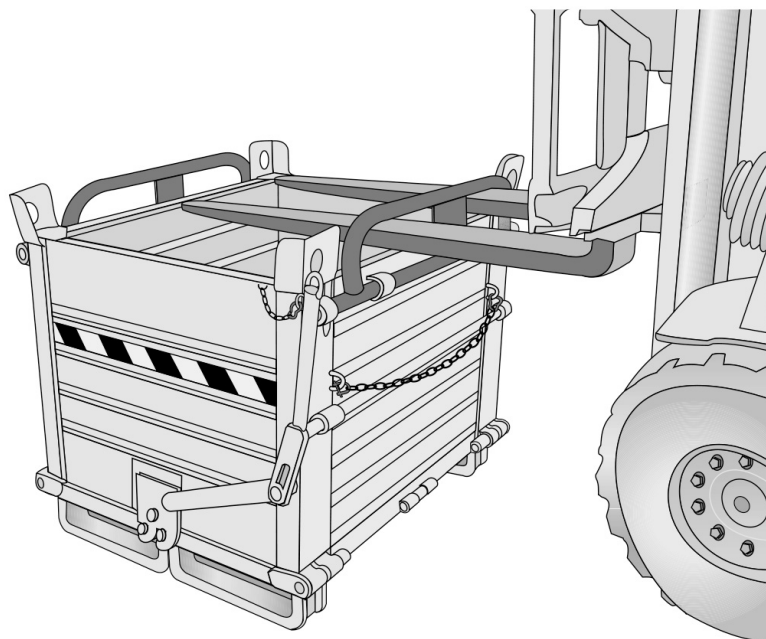

Fig.6.2.2
- 6.2.2 Posizionare le forche nelle apposite maniglie di inforcazione mantenendo i montanti di sollevamento del carrello in posizione verticale. Se necessario agire sul traslatore per centrare i punti di inserimento delle forche (**fig. 6.2.2**).
- 6.2.2 Position the forks simultaneously in the forking handles keeping the lifting uprights of the truck in a vertical position. If necessary adjust the translator to centre the points far inserting the forks (**fig. 6.2.2**)